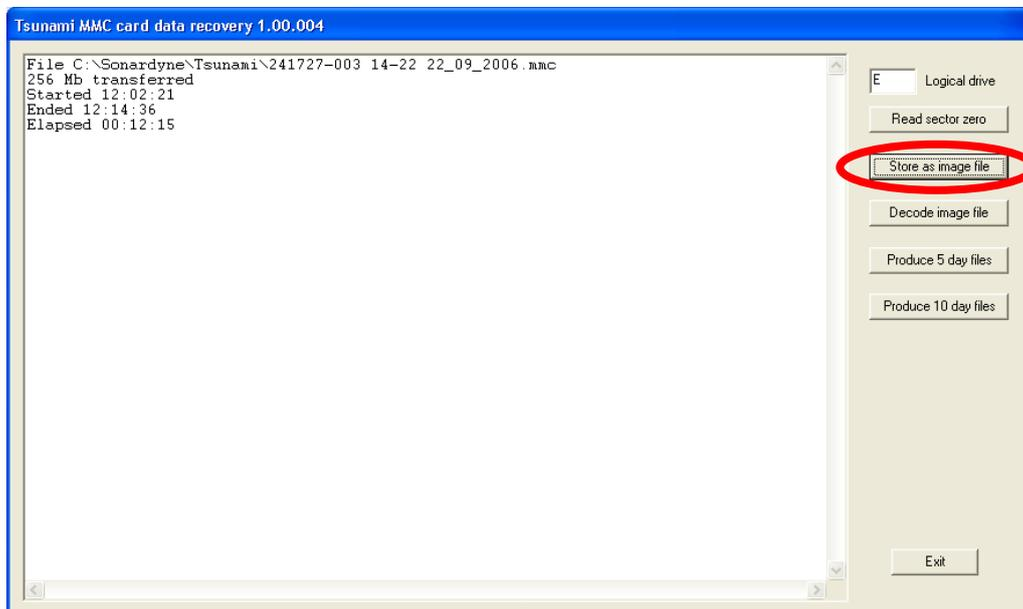

Figura 5 - MmcDataRecover.exe con Almacenar como archivo de imagen resaltado
| Figura 5: MmcDataRecover.exe con Almacenar como archivo de imagen resaltado | 7 |
4. Clic < **Almacenar como archivo de imagen** >. (Figura 5) Esto tardará varios minutos en completarse. El archivo de imagen se almacenará en c:\sonardyne\tsunami, y tendrá un nombre de archivo *.mmc, que comprende el número de serie de la tapa final, la hora y la fecha en que se inicializó la tarjeta, por ejemplo: